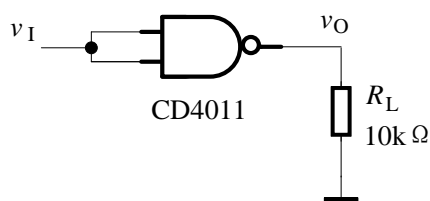

图 1 电压传输特性的测试电路
测试电路如图 1 所示, v_I 是由函数信号发生器输出 100Hz、0~5V、对称性 50% 的锯齿波, 利用示波器的 XY 时基模式观测电压传输特性曲线。
3. 如要观测 CMOS 门电路的直流噪声容限与电源电压的关系，需改变图 1 电路中芯片工作电压 V_{DD} 和测试电路输入信号 v_I 。请你根据实验室现有的仪器设备及其主要技术指标判断能否进行实验。如能，请写出 V_{DD} 和 v_I 的取值，并画出电压传输特性曲线；如不能，请写明原因。